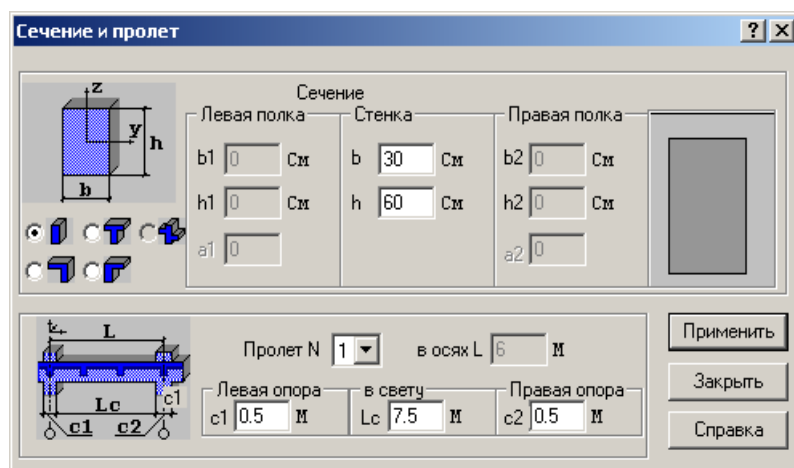

Рис.7.2.2. Окно диалога **Сечение и пролет** (пролет №1)
- выберите из списка Пролет №1 (рис. 7.2.2).